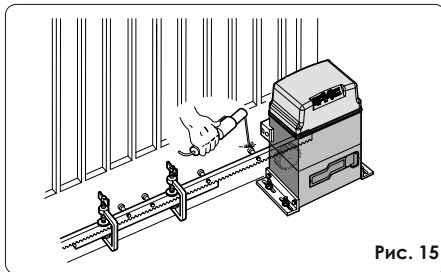

Рис. 15
5. Присоедините еще один реечный элемент вплотную к предыдущему, используя часть рейки (как показано на рис.15), выровняйте зубья этих двух элементов.